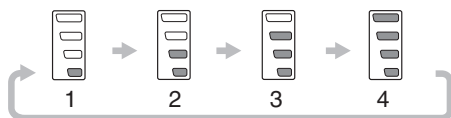

Fig. 16
- (1) Interruptor selector del modo Alto/Bajo (Fig. 16)